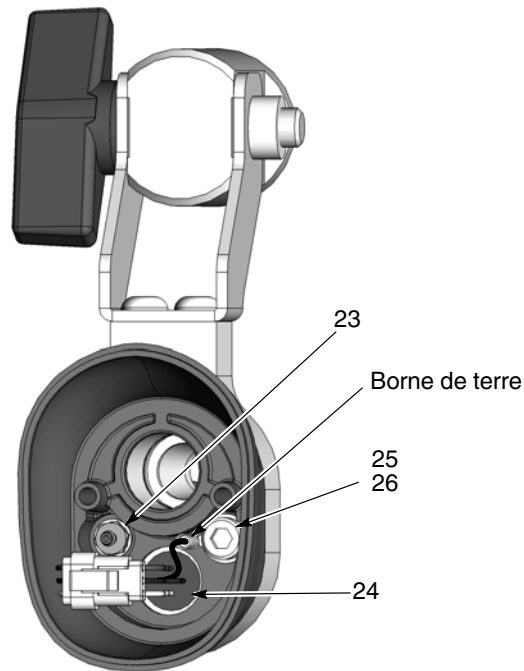

Figure 7-3 Démontage du pistolet - Remplacement de la prise du câble et du raccord cannelé
5. Insérer un petit tournevis plat dans la fente des connecteurs du faisceau et séparer le faisceau de la prise (24) du faisceau d'alimentation électrique.
6. Voir la figure 7-3. Débrancher le tuyau de lavage à l'air transparent du raccord cannelé (23) à l'intérieur de l'arrière du corps.
- a. Voir la figure 7-3. À l'aide d'une clé Allen de 4 mm, retirer la vis à 6 pans creux (25) et la rondelle (26) et déconnecter la borne de terre.
- g. Voir la figure 7-3. Raccorder la borne de terre au capuchon terminal à l'aide de la vis à 6 pans et la rondelle (25, 26).
16. Voir la figure 7-3. Raccorder le tuyau de lavage à l'air au raccord cannelé et le faisceau d'alimentation électrique au faisceau de la prise du câble.